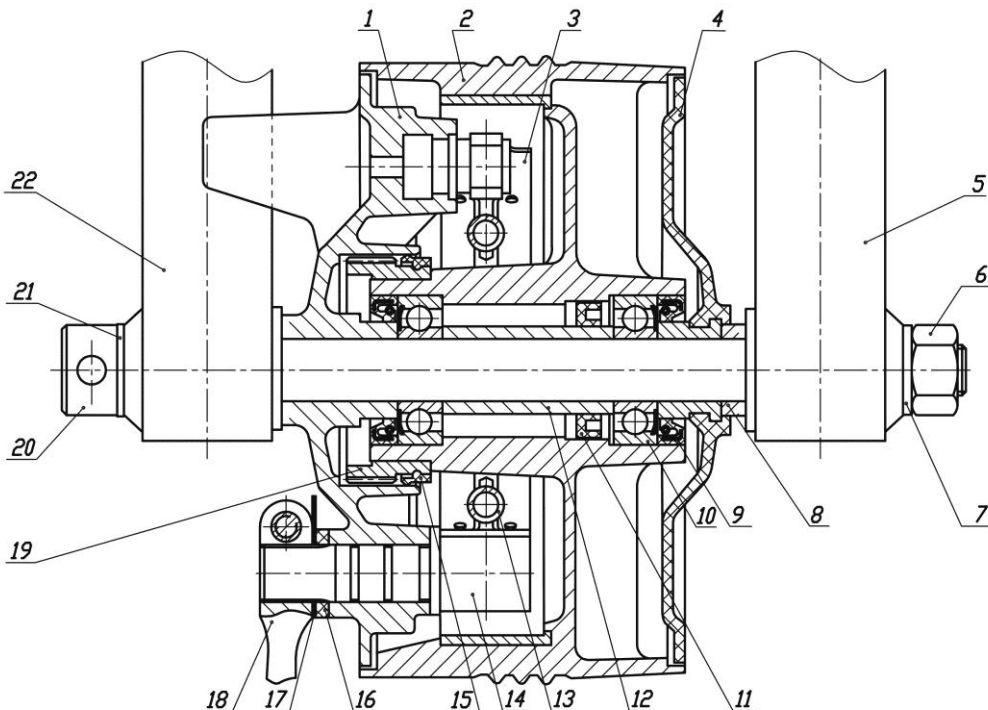
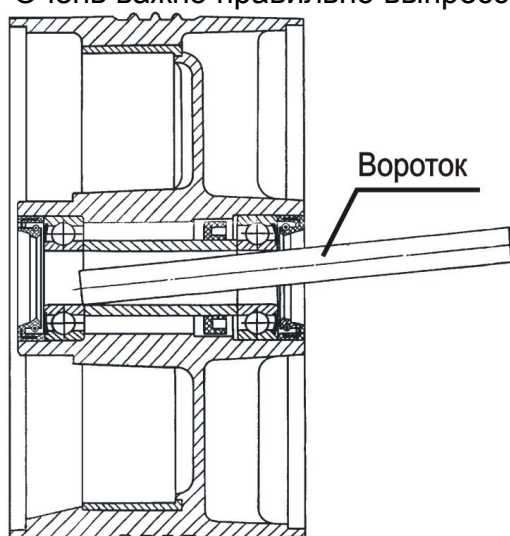

Рис. 6. Колесо переднее
Рис. 7. Выпрессовка подшипников и сальников из ступицы колеса
- вращая ось колеса 20 с помощью воротка против часовой стрелки, отверните гайку 6, снимите шайбу 21, выньте ось и колесо (рис. 6);
- снимите крышку ступицы 4 и основание тормозных колодок 1 (рис. 6).
Выпрессовка производится специальным приспособлением (рис.7) или для этой цели можно использовать ось переднего колеса 20 (рис. 6).
- наполните полость ступицы между подшипниками 10 (рис. 6) смазкой (согласно таблице смазки);
- вставьте ось в правый наконечник вилки, в колесо, затем в левый наконечник, поставьте шайбу 21, заверните гайку 6 до отказа (рис. 6);